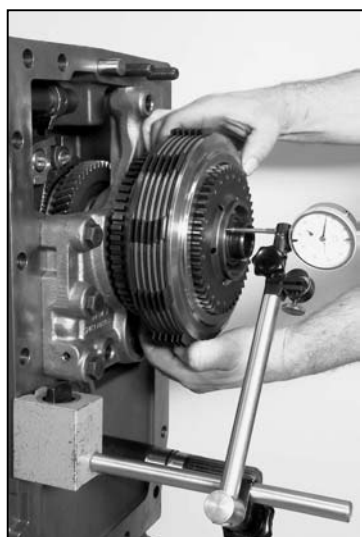

Figura 220
**👉 Se a folga axial necessária de 0,05 – 0,15 mm não for atingida, é necessário utilizar um calço adequado para correção (figura 220)!**